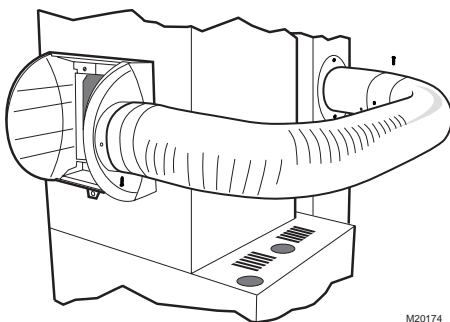

Fig. 7. Raccordement de la gaine de dérivation.
14. Introduire le collet lisse dans l'orifice de l'humidificateur et le fixer à l'aide de vis à tôle. Glisser la gaine flexible sur le collet et l'attacher avec une courroie de fixation. Voir la Fig. 7.